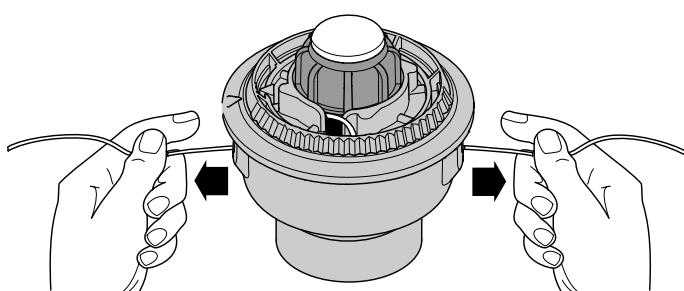

Figure 20
9. Si le rembobinage du fil devient difficile ou si le fil se coince, tirez-en les extrémités de la bobine. Continuez de rembobiner le moulinet intérieur vers la gauche (Fig. 20).
4. Maintenez le moulinet intérieur et installez le bouton de butée, le ressort, et le joint en mousse en poussant le bouton de butée vers le bas et en le tournant à droite. Saisissez les extrémités et tirez fermement pour dégager le fil des fentes de retenue du moulinet intérieur (Fig. 20).
Si le SpeedSpool^{MD} ne déroule pas le fil correctement, tirez fermement les extrémités du fil loin de la bobine (Fig. 20). Si cela ne suffit pas, suivez les instructions de *Nettoyage du SpeedSpool^{MD}* ci-dessous.